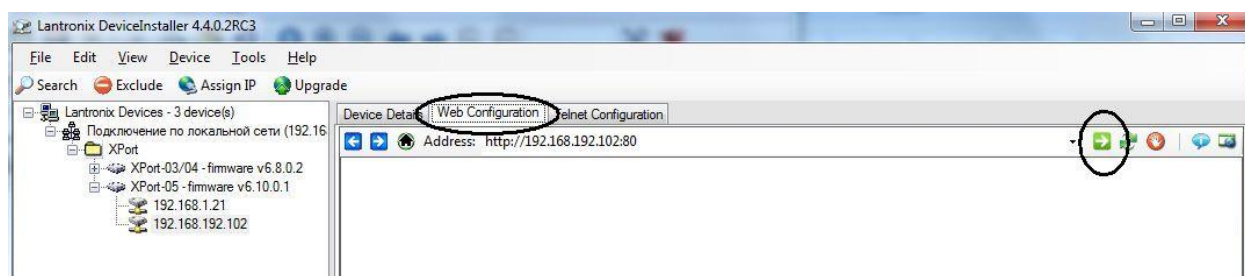

Рис. 5
11.4.1. Переключиться на закладку «Web Configuration» и нажать на кнопку «Go» как указано на рис.5